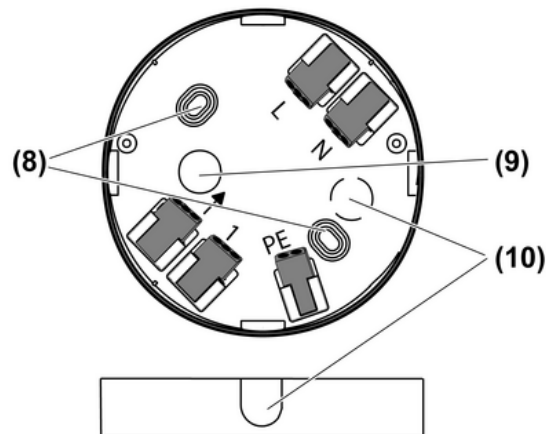

Figure 5: Boîtier de raccordement
- (8) Trous de fixation
- (9) Entrée de câbles, encastrée
- (10) Parties fines pour une introduction optimale des câbles
- Pour une entrée de câbles encastrée supplémentaire ou une entrée de câbles en saillie, enlever la partie fine correspondante (10) (figure 5).
- Fixer le boîtier de raccordement (4) par les trous (8) avec le jeu de vis/chevilles fourni (figure 5).